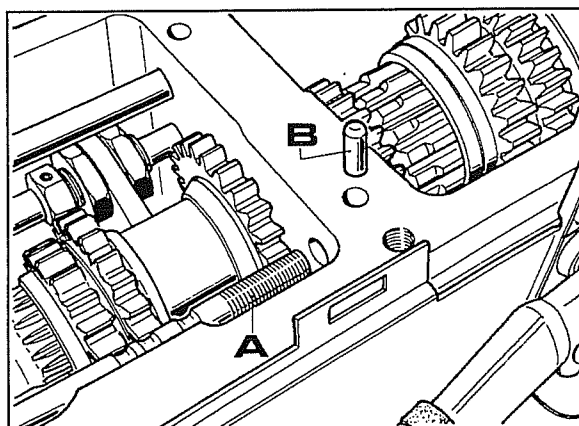

Fig. 7
- 1 Soltar a vareta redutor através das porcas **A** fig.4 e retirar-la por trás por atrás. Retirar o perno **B** tal como ilustrado na fig. 7.